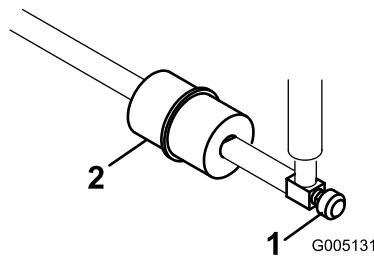

图 44
管线式燃油滤清器位于油箱与化油器之间的燃油管内 图 44。
- 关闭燃切断油阀 图 44。
- 将放油盘放到滤清器下方拧松滤清器化油器侧的软管夹然后从滤清器中取出燃油管线 图 44。
- 松开另一个软管夹然后取下滤清器 图 44。